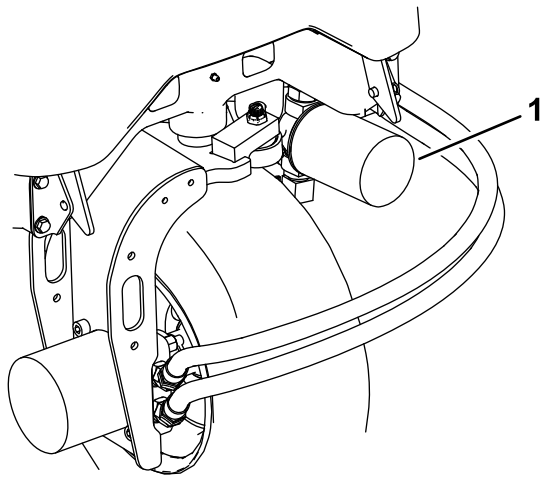
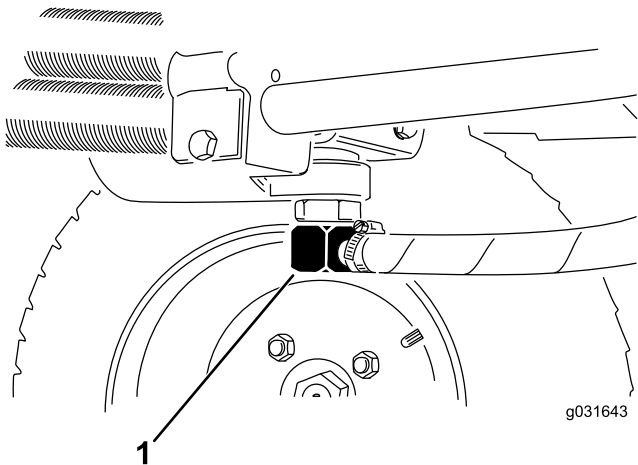

图 62
图 63
2. 断开液压管线与油箱的连接或卸掉液压油滤芯让液压油流入放油盘图 62 和图 63。
3. 液压油停止排出时安装液压管线图 63。